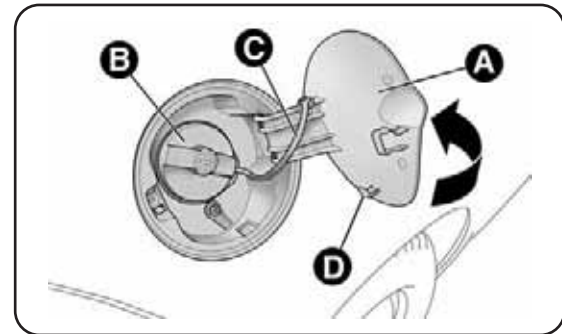

fig. 82
- 1) Ouvrir la trappe A-fig. 82 en la tirant vers l'extérieur; sans bouger le bouchon B, introduire la clé de contact dans la serrure et la tourner dans le sens inverse des aiguilles d'une montre.